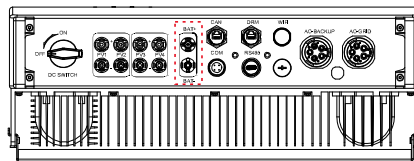

Abbildung 4.10
Schritt 5. Stecken Sie die Stecker mit der richtigen Polarität in die Batterieanschlüsse an der Unterseite des Wechselrichters. Ein „Klickgeräusch“ ertönt. (siehe Abbildung 4.10)